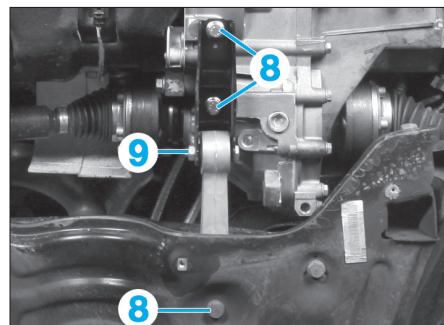

FIG. 117
- Déposer les vis (8) du tirant antibasculement; extraire ce dernier (Fig.117).